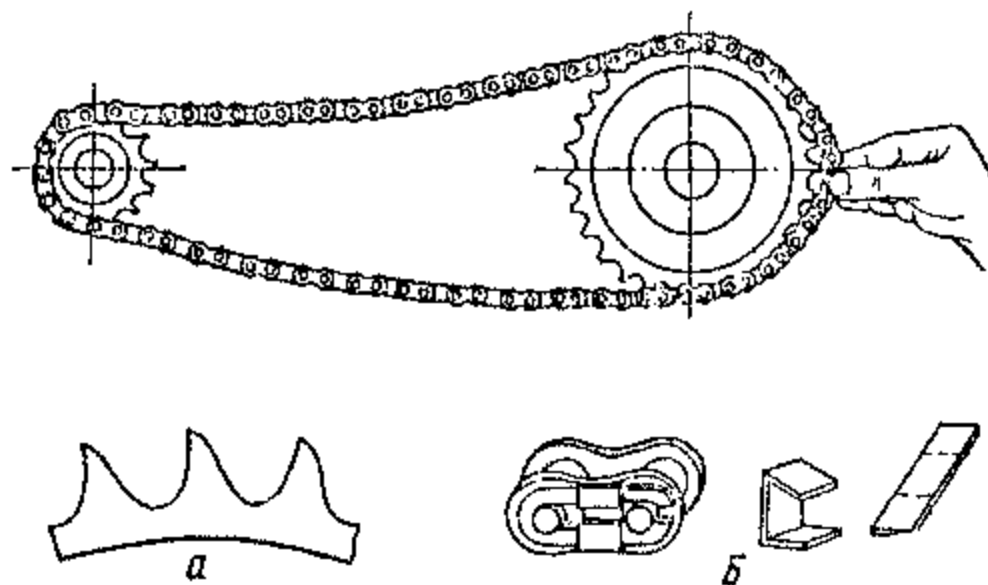

Рис. 4.22. Определение износа цепи: а - износ зубьев; б - установка дополнительной фиксирующей пластинки на замочное звено
Степень износа цепи также можно определить, оттягивая ее от новой ведомой звездочки (рис. 4.22) - если цепь значительно оттягивается, то ее пора заменить.
- ✓ обрыв цепи вследствие выпадения пружинной пластины замочного звена. Последнее нужно заменить запасным. Ослабленную пружину можно подогнуть и скрепить пластинкой (см. рис. 4.22, б);